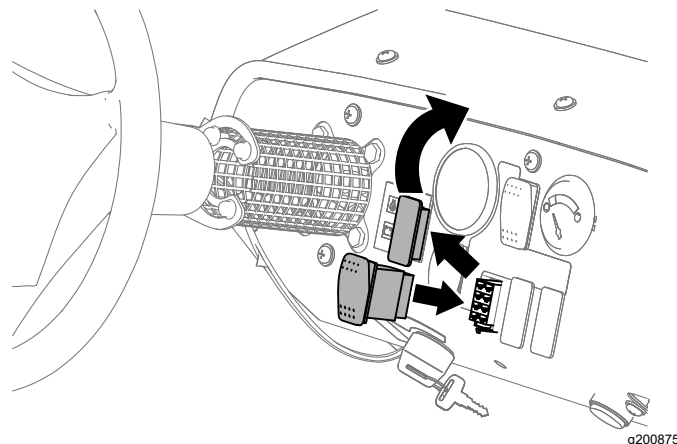

図 26
1. 車両のダッシュパネルから打ち抜きプラグを打ち抜いて外す 図 26。
3. ダッシュパネルにスイッチを組み込む。パネルの開口部にスイッチがパチンとはまるまで完全に押し込むこと 図 26)。